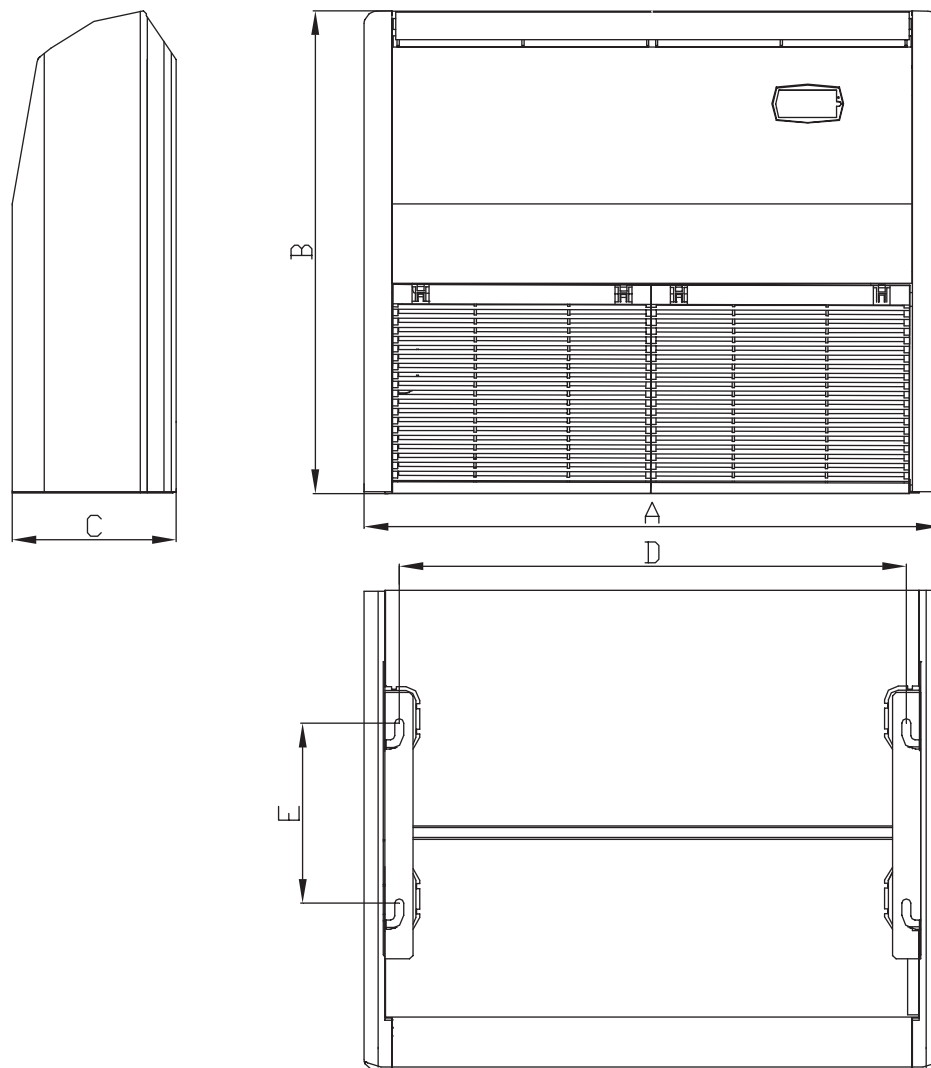

Рис. 9.4
9.2.2 Габаритные и установочные размеры внутренних блоков напольно-потолочного типа (рис. 9.4, табл. 9.2).